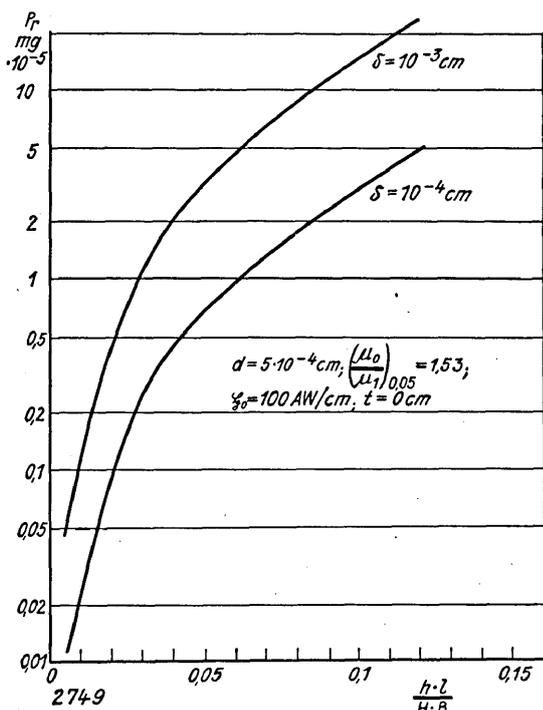

Abb. 9. Richtkraft, Festhaltekraft und Absinkekraft in Abhängigkeit von der Kantenlänge des Feilspans.
Bei den vorstehenden Erörterungen wurde insbesondere in Abb. 3 stillschweigend angenommen, daß die Rißbreite parallel zu den Kraftlinien, die Längsausdehnung der Fehlstelle also senkrecht zur Kraftlinienrichtung liegt. Wir wollen nun die Verhältnisse betrachten, wenn der Kraftlinienfluß parallel zur Längsausdehnung des Flusses verläuft. Die relative Querschnittschwächung wird dann im Verhältnis von Rißbreite zu Rißlänge vermindert, woraus sich nach Abb. 9 eine sehr erhebliche
*Umkehrpunkt führt zu Abb. 9*
Die aus Gleichung 2 sich ergebende Festhaltekraft ist in Abhängigkeit von der Kantenlänge des Feilspans für eine Ölfilmstärke von 0,1 mm in Abb. 9 dargestellt.